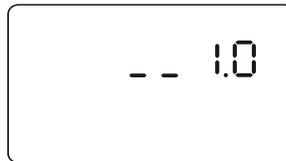

Figure 6-2 Écran de version du logiciel
- b. L'écran suivant affiche la version du logiciel, comme illustré à la figure 6-2 :
REMARQUE : La version 1.0 illustrée à la figure 6-2 est un exemple. Vous pouvez disposer d'une version plus récente.